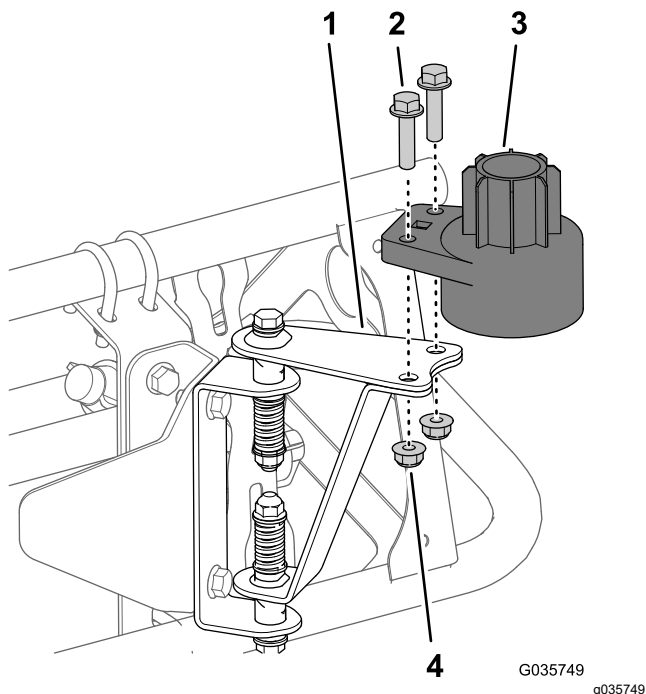

Figura 19
1. Instale el alojamiento inferior del sensor en los herrajes de montaje del sensor (Figura 19) con 2 pernos (5/16" x 1 1/4") y 2 contratuercas (5/16").